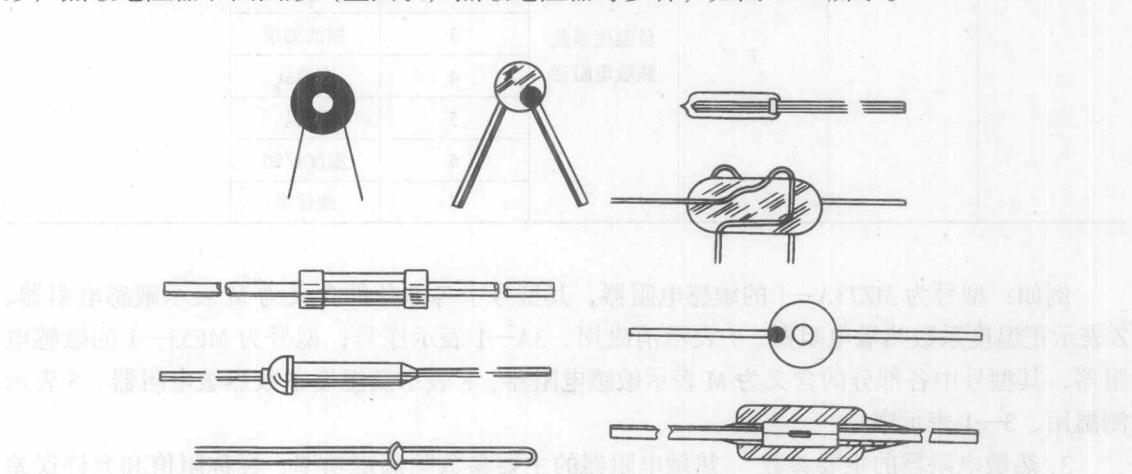

图 1-14 热敏电阻器的外形
(1) 按结构及形状分：热敏电阻器按其结构及形状可分为圆片形（片状）热敏电阻器、圆柱形（柱形）热敏电阻器、圆圈形（垫圈状）热敏电阻器等多种，如图 1-14 所示。